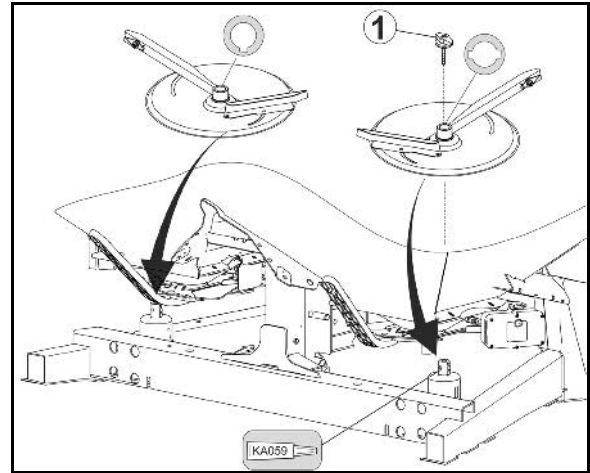

Рис. 64
1. Відкрутіть гайку з лапками (Рис. 64/1).